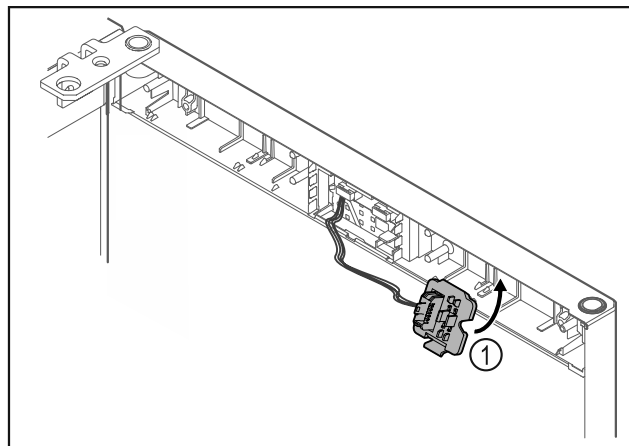

Fig. 21
- Зафіксувати кріплення штекера Fig. 21 (1) на протилежній стороні.